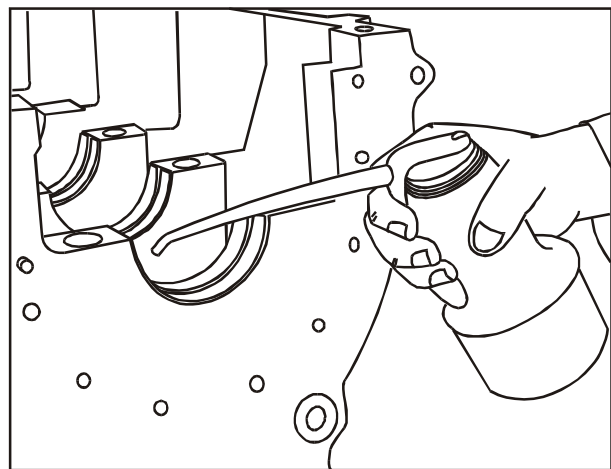

FIG 9
3. Lubrifique os casquilhos superiores, **Fig. 9** e os munhões e moentes da árvores de manivelas.